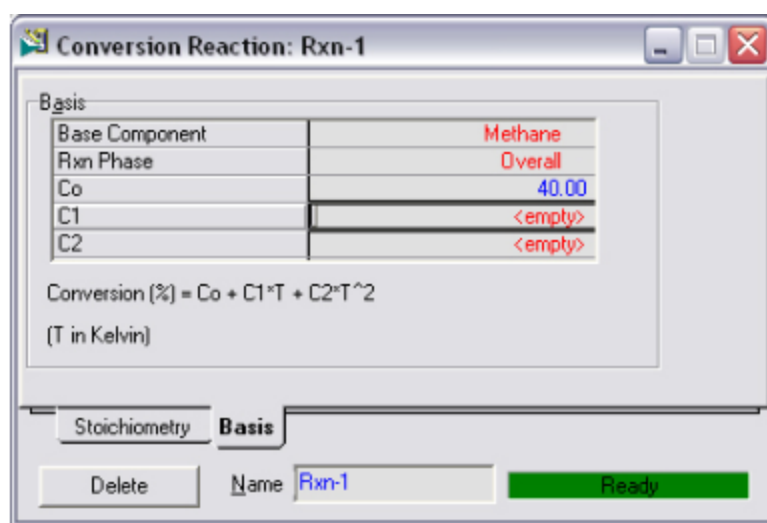

Fig.VI.3
- Passer à l'onglet **Basis** et compléter les informations de taux de conversion → Figures VI.3